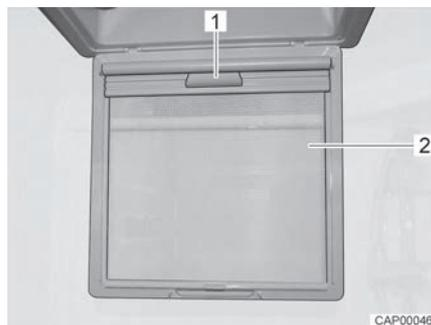

Fig. 41 Persiana oscurecedora enrollable
- Plegar hacia abajo la protección contra insectos (Fig. 41,2).
- Tirar la persiana oscurecedora enrollable hacia abajo por el tirador (Fig. 41,1) hasta que engatille del lado opuesto.
- Desenganchar la persiana oscurecedora enrollable por el tirador (Fig. 41,1) y regresar la misma lentamente a su posición inicial.
- Plegar hacia arriba la protección contra insectos (Fig. 41,2) hasta que engatille.